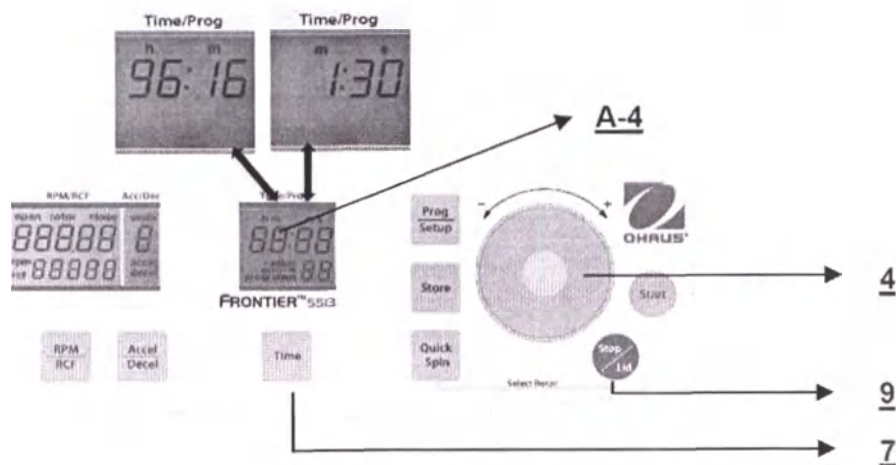

Рис. 17
3. Поддиапазон **cont**, в котором процесс центрифугирования может быть остановлен только вручную нажатием кнопки **Stop/Lid** (9) (см. рис. 17).
На дисплее всегда отображается время, оставшееся до завершения центрифугирования. (См. рис. 17.)